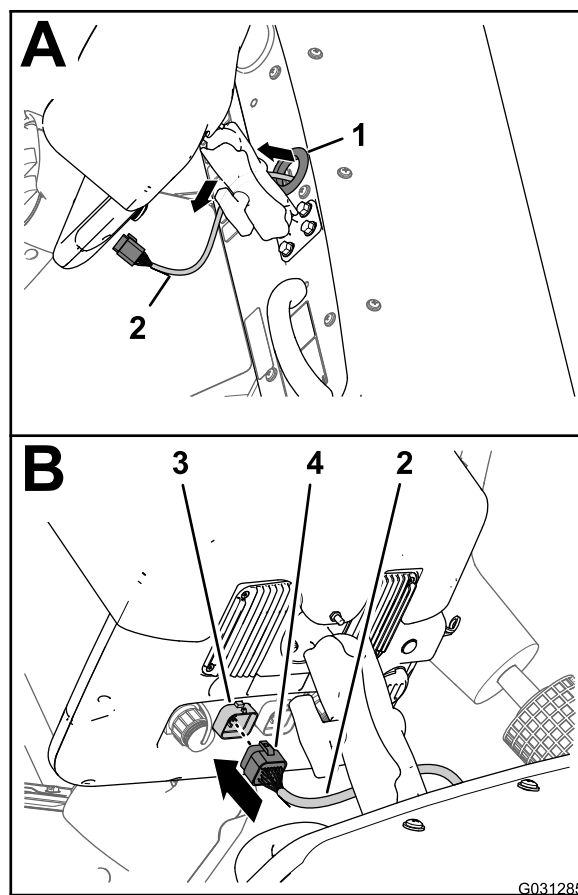

Figure 176
5. Acheminez la branche de 220 cm du faisceau de données vers le haut et dans le passe-câble qui entoure le trou dans la planche de bord (Figure 176).
6. Alignez le connecteur à 26 douilles du faisceau de données et le connecteur à 26 broches de l'affichage du pulvérisateur, puis poussez le connecteur à douilles dans le connecteur à broches jusqu'à ce qu'il s'enclenche solidement (Figure 176).